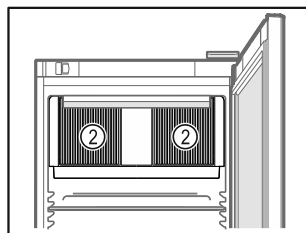

Fig. 72
- ❑ Odstąpić szczeliny wentylacyjne Fig. 72 (2) dmuchawy wewnątrz urządzenia.